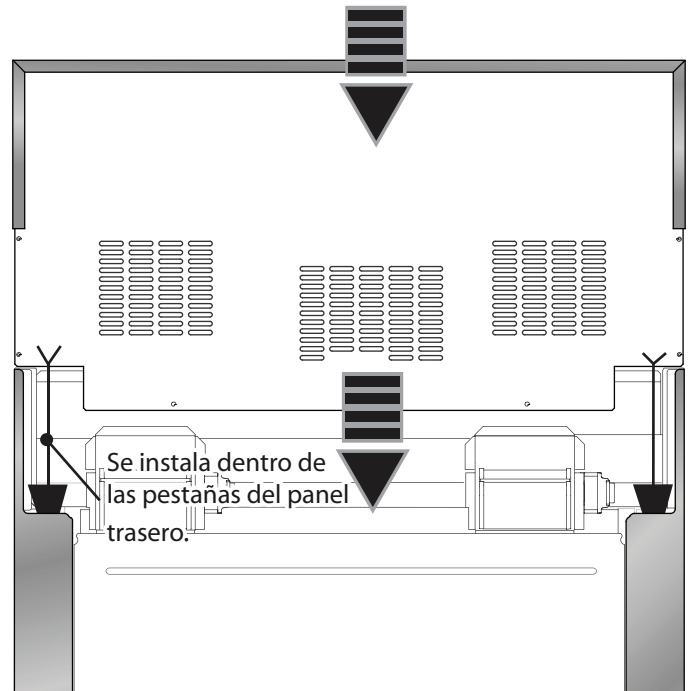

Figura 19: Instalación de la consola trasera baja
3. Alinee el panel trasero del nuevo accesorio con las pestañas de los rincones de izquierda y derecha de los paneles laterales. La consola trasera se inserta en los canales guías situados detrás de la estufa. (Figura 19).